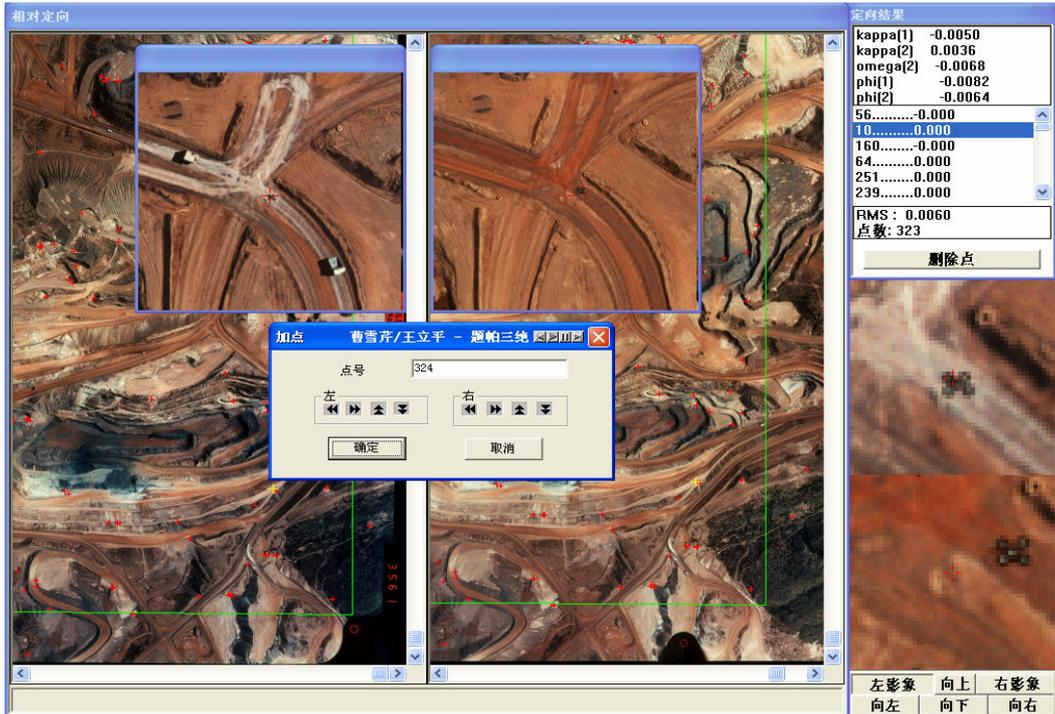

图 3-3 相对定向界面
5. **绝对定向** 在相对定向界面的左右影像上分别选择控制点，如图 3-3 所示，准确定位控制点后，输入控制点的点号，然后点击确定按钮。